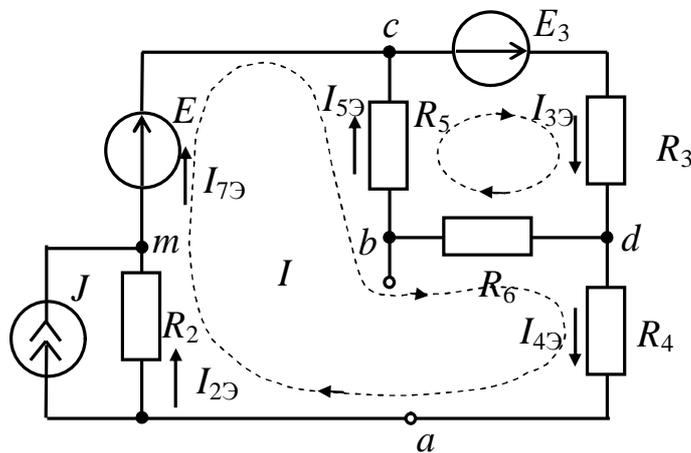

Рис.2.5
1) Определение ЭДС эквивалентного генератора –  $E_{\text{ЭГ}}$  (рис.2.5).